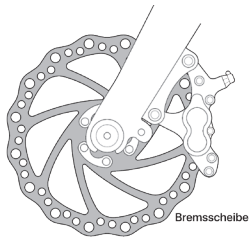
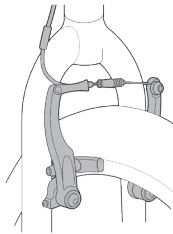

fig. 14
fig. 15
1. Sollte Ihr Fahrrad mit Felgenbremsen ausgerüstet sein, lösen Sie den Schnellspanmechanismus der Bremse, um den Abstand zwischen dem Reifen und den Bremskörpern zu erhöhen (siehe Abschnitt 4.C., Abb. 14 bis 17, S. 24).
1. Sollten Sie ein Multi-Speed-Fahrrad mit einer Kettenschaltung besitzen, versetzen Sie das Schaltwerk bitte in den schnellsten Gang (kleinster, äußerster Ritzel). Falls Ihr Fahrrad mit einer internen Nabenschaltung ausgestattet ist, ziehen Sie bitte Ihren Händler oder die Anweisungen des Nabenherstellers zurate, bevor Sie versuchen, das Hinterrad abzunehmen. Besitzen Sie hingegen ein Single-Speed-Fahrrad mit Felgenoder Scheibenbremse, so gehen Sie bitte zum unten aufgeführten Schritt (4) über.
2. Sollte Ihr Fahrrad mit Felgenbremsen ausgerüstet sein, lösen Sie den Schnellspannmechanismus der Bremse, um den Abstand zwischen der Radfelge und den Bremskörpern zu erhöhen (siehe Abschnitt 4.C., Abb. 14 bis 17, S. 23).
3. Einige Fahrradbremsen wie beispielsweise Scheibenbremsen (Abb. 14) und Linearzugbremsen (Abb. 15) sind extrem leistungsstark. Seien Sie besonders vorsichtig, wenn Sie sich mit diesen Bremsen vertraut machen und sie benutzen.
Die meisten Felgenbremsen verfügen über eine Art von Schnellspannmechanismus, der dafür sorgt, dass zwischen den Bremskörpern und dem Reifen ausreichend Platz verbleibt, wenn das Rad abgenommen oder wieder angebracht wird. Befindet sich der Schnellspanner der Bremse in geöffneter Stellung, sind die Bremsen funktionsunfähig. Bitten Sie Ihren Händler, Ihnen zu erklären, wie der Schnellspanner der Bremse Ihres Fahrrads funktioniert (siehe Abb. 14, 15, 16, 17 und 18) und überprüfen Sie ihn stets, bevor Sie losfahren, um sicherzustellen, dass beide Bremsen ordnungsgemäß funktionieren.